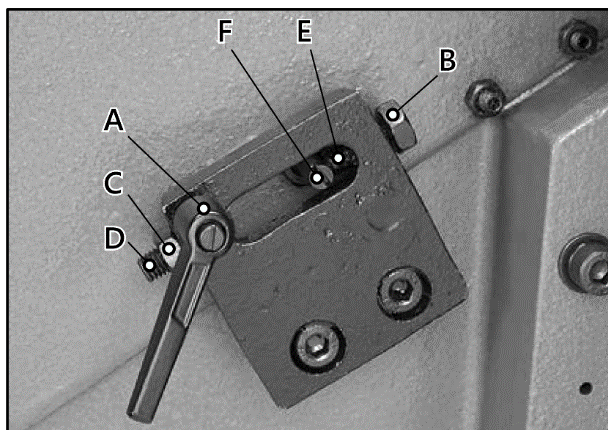

Рисунок 46.
- Открутите контргайку В на ограничителе высоты (рис. 46) и выкрутите винт Е так, чтобы он не препятствовал столу подачи при его подъеме.
Стол подачи имеет винты-ограничители D и E (рис. 46), которые позволяют быстро перенастраивать стол подачи между финишными и черновыми резами.